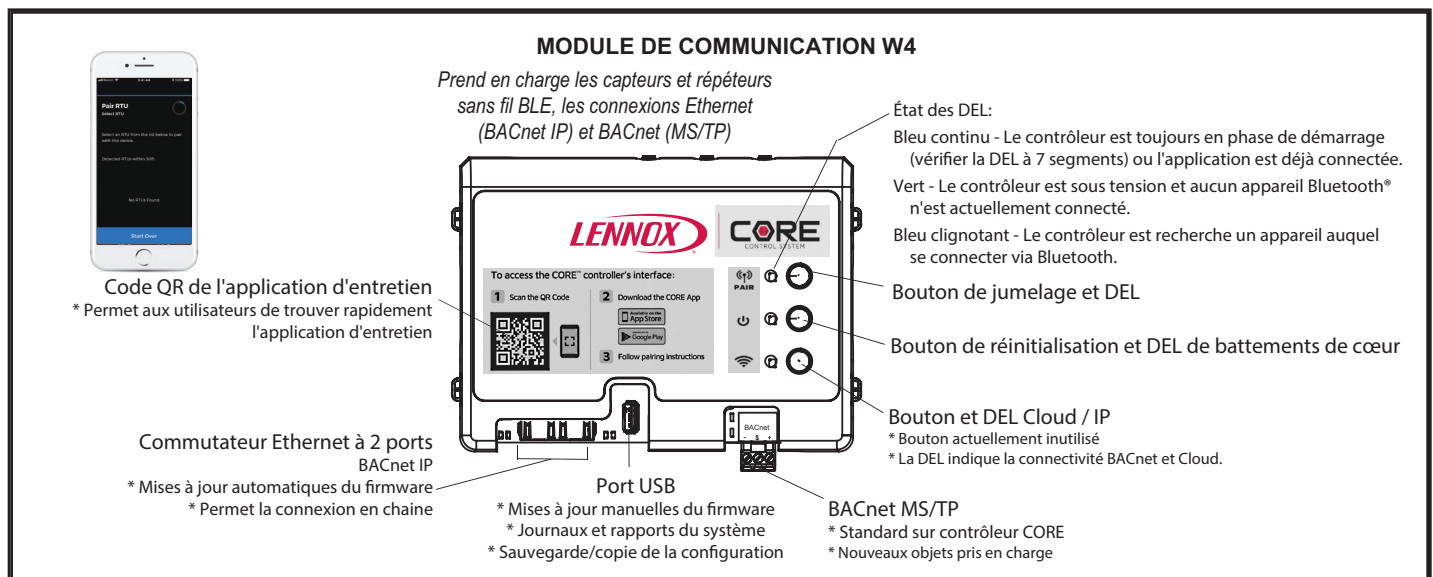

FIGURE 23
- 2 - Appuyez sur le bouton de jumelage et le maintenir enfoncé pendant 5 secondes. Reportez-vous à la FIGURE 23.